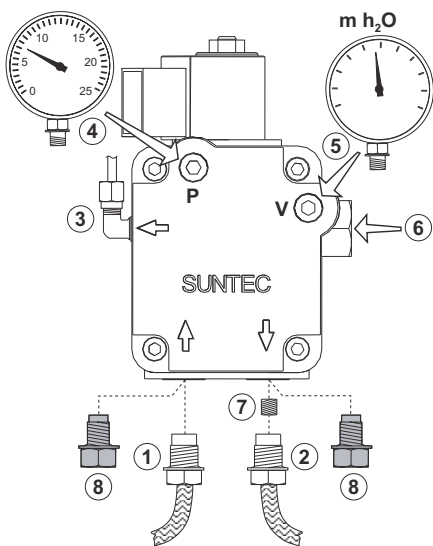

fig. 4a - Bomba Suntec
El quemador sale de fábrica con el baipás interno de la bomba cerrado (7 - figs. 4a y 4b), es decir, con el quemador listo para la conexión bitubo. Quite los tapones (8) y conecte los dos flexibles a la bomba, en la aspiración (1) y el retorno (2) como ilustran las figuras 4a y 4b. Tenga cuidado de no retorcer los flexibles y ubíquelos de modo que nadie pueda pisarlos ni toquen las partes calientes de la caldera.
Con bomba SUNTEC (fig. 4a) - Quite el tornillo de baipás (7) y obture el racor de retorno (2) de la bomba con un tapón adecuado. Conecte solo el flexible de aspiración al racor de entrada (1).